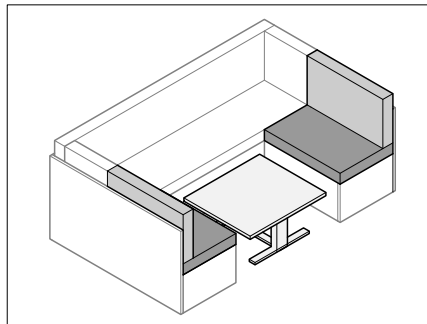

Bild 68 Tisch umbauen
- Tisch (Bild 68) zum Bettunterbau umbauen (siehe Abschnitt 7.7).